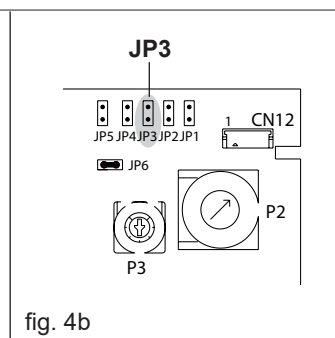

fig. 4b
- remover a tampa da câmara de combustão (D) e a haste com a vela montada (D1)
- remover o tubo de conexão da válvula de gás-queimador (E) afrouxando as duas porcas com as suas juntas (E1)
- remover o coletor de GPL e extrair a telha interior (M) que deverá então ser montada no coletor de MTN
- remover os defletores dianteiro (I) e traseiro (F) do queimador afrouxando os parafusos de fixação (H) na haste direita e excluí-los
- segurar o coletor de MTN contido no kit, colocar a telha (M) (previamente removida) no seu interior como ilustrado na figura e fixar tudo ao queimador com os parafusos previamente removidos
- retire a tampa da placa de terminais agindo nos ganchos de fixação para aceder à interconexão JP3 na placa de comando (fig. 4b):